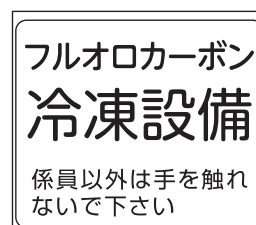

図 21：警戒票
- 室外ユニットに付属されている警戒票（図 21）を、室外ユニットの見やすい所へ貼り付けてください。